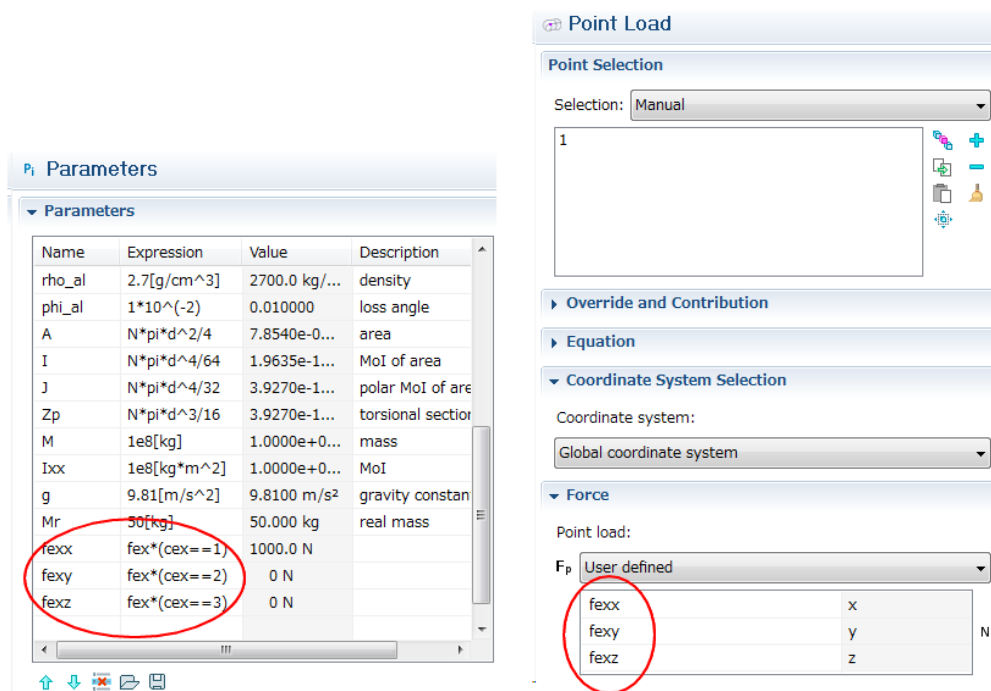

Fig.3 強制振動の設定
- (6) Section Orientation において orientation vector を選択し、(0,1,0)をローカルな y 軸に設定する。
- (7) Point Mass を追加しヒートリンク両端に質量 M(~1e8)および集中慣性モーメント I_{xx} , I_{yy} , I_{zz} (~1e8)を設定する。
- (8) Point Load を追加し端点 1 に強制振動を加える。強制振動を加える方向を選択するパラメータ cex を作成し、cex=1, 2, 3 の時にそれぞれ x, y, z に強制振動が加わるよう数式を入力する(Fig.3)。